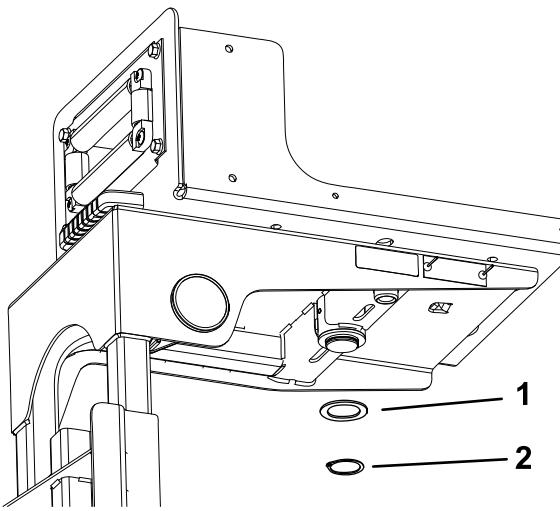

Figure 9
2. Sur la face inférieure du cadre du dévidoir, fixez la rondelle de butée et le circlip au plot sur la plaque pivotante (Figure 9).